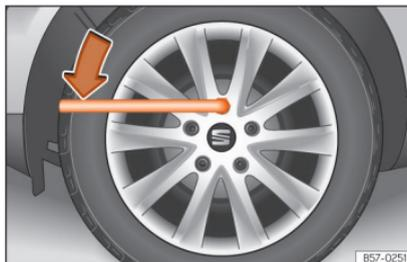

Fig. 35 Substituição da roda: desapertar os parafusos da roda.
- Encaixe a chave de rodas no parafuso, até ao máximo »» Fig. 35.